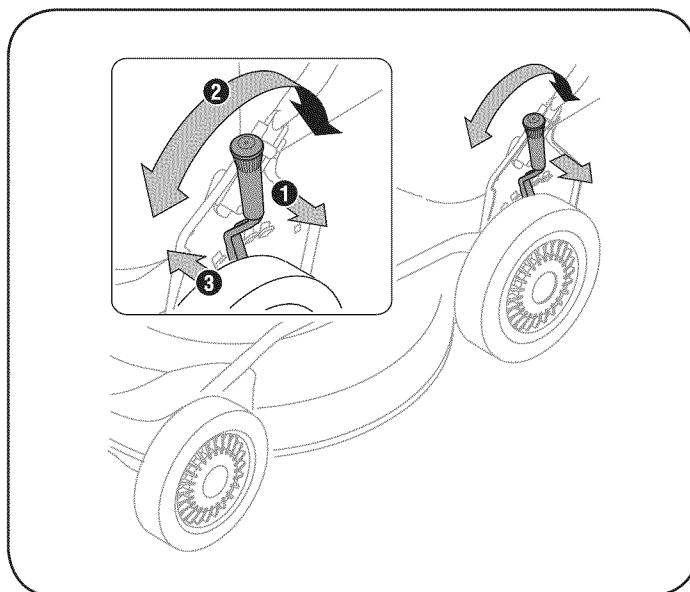

Figura 7
2. Muévela a cualquier de las posiciones para la altura de corte deseado. Vea la figura 7.